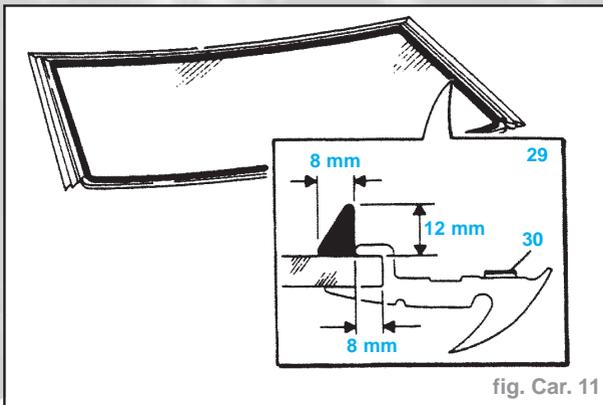

fig. Car. 11
- Appliquer un cordon continu d'adhésif autour du pare-brise comme illustré. Le bord vertical du mastic doit toucher les enjoliveurs et être à **8 mm** du bord inférieur de la vitre (**29**) (Fig. Car. 11).